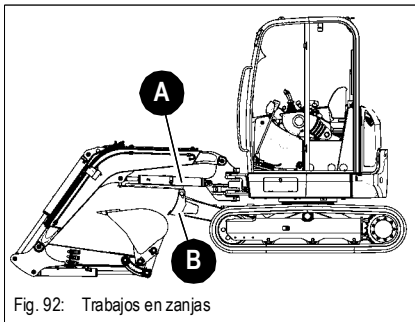

Fig. 92: Trabajos en zanjas
- ☞ Procure que la pala niveladora **B** no toque nunca la biela **A** Fig.. 92.
- ☞ De preferencia, se utilizará la posición de trabajo descrita en primer lugar (Fig.. 92), prestando una mayor atención a evitar que se produzcan colisiones entre la biela **A** y la pala niveladora **B**.